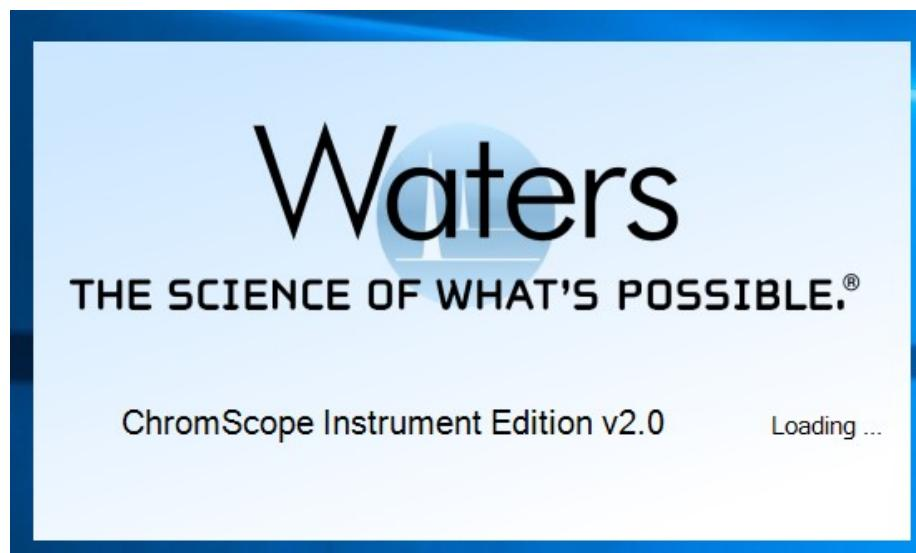
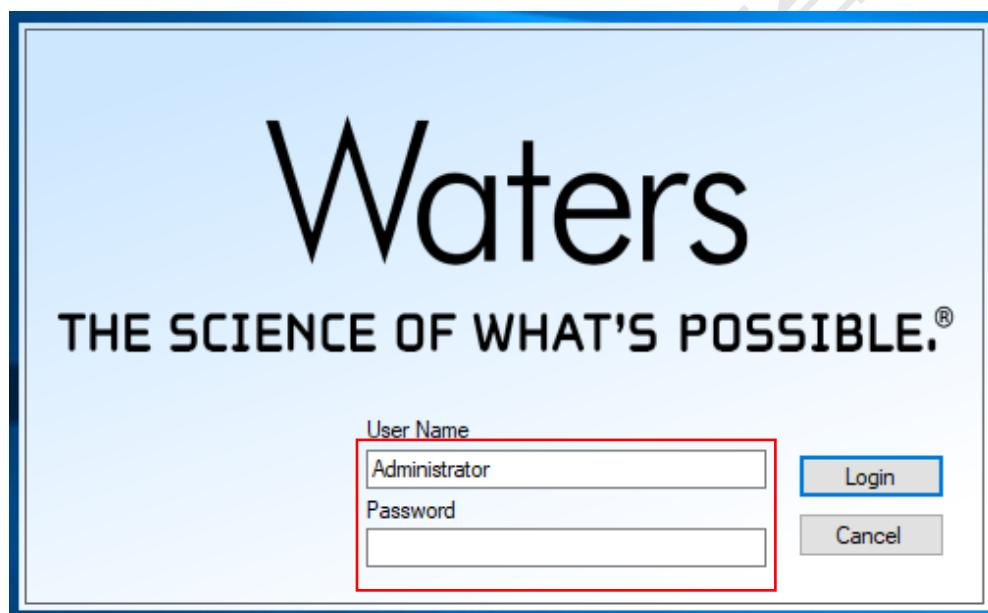

图6-1
图 6-2
(1) 如图 6-2(a)，如界面显示“一卡通用户”，请在 Account 输入预约者的一卡通账户，Password 栏输入相应账户密码，点击 Submit；
(2) 如图 6-2(b)，如界面显示“LIMS User”，Account 显示 Administrator，请与相关老师联系。
6.2.3 登录服务器：点击电脑桌面ChromScopeIE图标，软件加载结束后（图6-1），请输入账户和密码(图6-2)，账号：Administrator；密码：waters